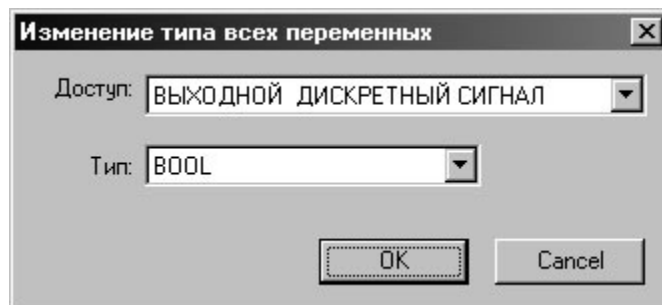

Рисунок 4.45 - Окно изменения типа всех переменных
- в) в окне изменения типа всех переменных (Рисунок 4.45) выбрать тип доступа и тип значения и нажать **«ОК»**.